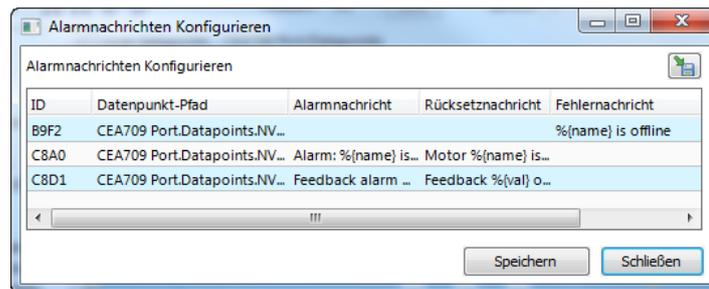

Abbildung 139: Tabellenansicht für das Multi-Edit von Alarmmeldungen
- **Alarmnachrichten konfigurieren:** Benutzen Sie diese Option vom Kontextmenü, um Alarmnachrichten (Alarm-, Rücksetz-, Fehlernachricht) einer Mehrfachauswahl von Datenpunkten zu editieren. Ein Dialog mit einer Tabellenansicht erscheint wie in Abbildung 139 gezeigt. Editieren Sie die Nachrichten direkt in der Tabelle. Als Alternative klicken Sie auf den Export-Knopf , um die Tabelle in eine CSV-Datei für das Weiterverarbeiten in Excel zu exportieren. Importieren sie eine CSV-Datei mit Alarmnachrichten im Menü **Werkzeuge** → **Alarmnachrichten importieren**.